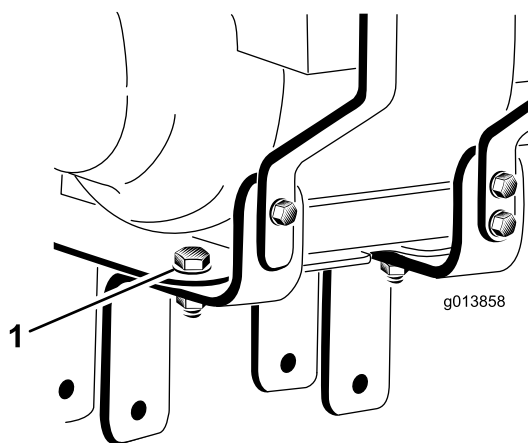

Figura 3
16. Allentate, ma non rimuovete, i (2) bulloni e dadi che fissano le staffe di montaggio del motore alla piastra di montaggio del motore (Figura 3).